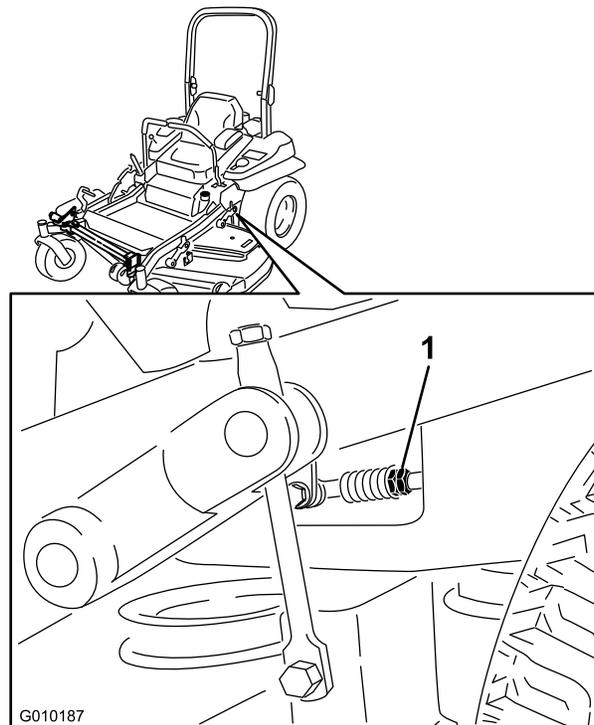

Figura 86
- Ajuste os comprimentos da barra de controlo da bomba rodando as porcas duplas na barra na direção adequada até as rodas andarem ligeiramente para trás (Figura 86).